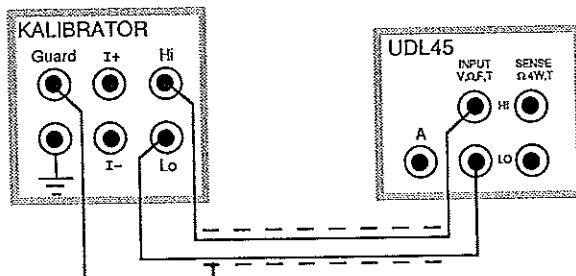

Bild 6-8 Anschluß des Kalibrators für AC/DC-Spannungen, Widerstände (Zweidraht) und Frequenz
- Kalibrator wie in Bild 6-8 mit geschirmten Kabeln anschließen.
- c) Kalibrator wie in Bild 6-8 mit geschirmten Kabeln anschließen.